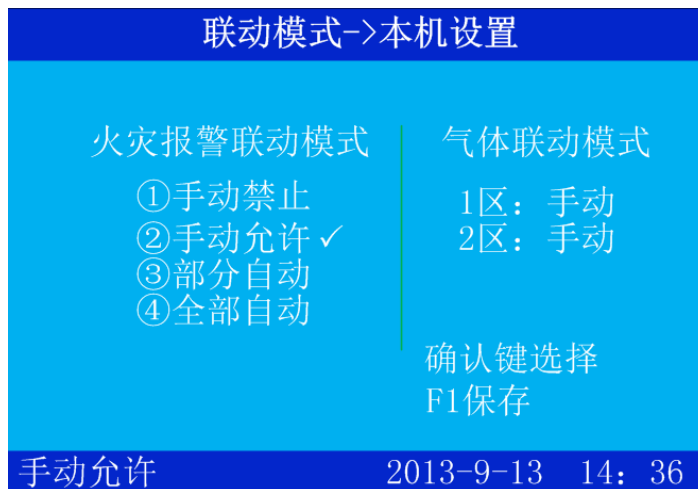

图 4-64
两种类型的本机设置界面如图 4-64，主要有四种联动模式：①手动禁止 ②手动允许 ③部分自动 ④全部自动。